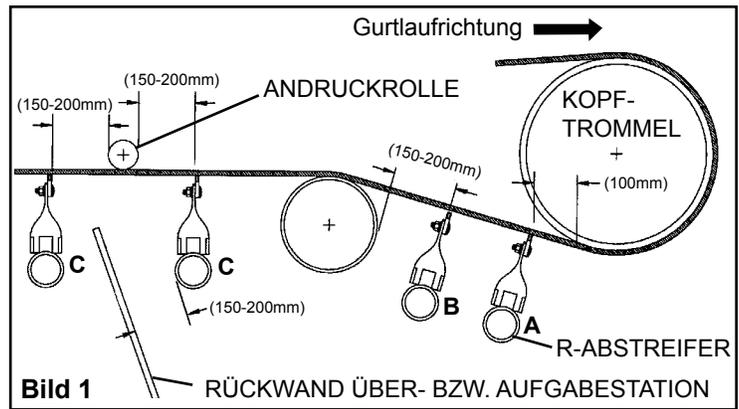

Bild 1
Schritt 1: Auswahl der Abstreiferposition (Bild 1)
Der Eliminator R-Abstreifer kann an jeder Stelle entlang des Bandes montiert werden, angefangen von einem Punkt ca. 100 mm von der Stelle, an der das Band die Kopftrommel im unteren Bereich der Förderanlage verlässt. Die optimale Position des R-Abstreifers liegt im Bereich zwischen 100 mm (A) und ca. 150 - 200 mm von der Ablenktrommel bzw. Spanntrommel (B) (Bild 1). Wenn keine der beiden Positionen realisierbar ist, muss eventuell eine weitere Andruckrolle montiert werden, damit der nötige Anpressdruck auf die Klingen erreicht wird. Wenn eine solche Andruckrolle montiert wird, kann der Abstreifer im Bereich von 150 – 200 mm auf jeder Seite der A Andruckrolle montiert werden (C). Eine Andruckrolle soll ebenfalls montiert werden, wenn die Bandspannung zu gering ist, um den nötigen Anpressdruck zu erzeugen. Eine Pressung nach unten ist nicht erforderlich; es soll lediglich sichergestellt werden, dass das Band nicht nach oben abweichen kann. Wenn der Abstreifer innerhalb einer Übergabestation montiert werden soll, muss zwischen Abstreifer und Übergabestationsleitblech ebenfalls ein Abstand von 150 – 200 mm frei bleiben, um ein Verstopfen durch das Fördergut zu verhindern.